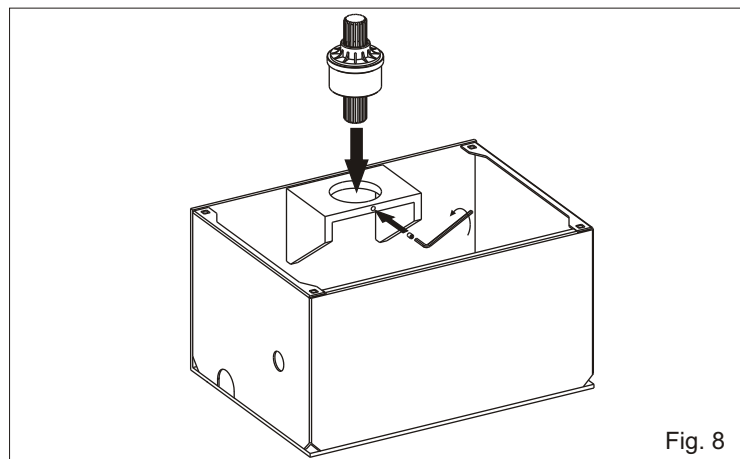

Fig. 8
2.4. Introduire l'arbre cannelée de joint dans le trou supérieur de la caisse portante et le fixer avec la vis spéciale (Fig. 8)